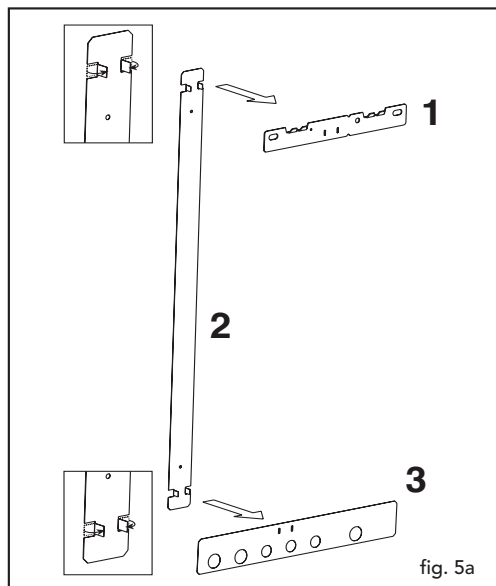

fig. 5a
- una staffa aggancio (1 - fig. 5a)
- una dima smontabile (2 e 3 - fig. 5a)